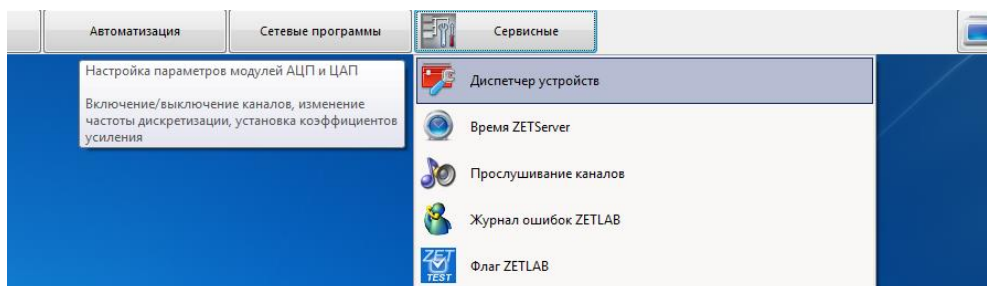

Рисунок 15
4. Запустить программу «Диспетчер устройств ZET», которая располагается в меню «Сервисные» на панели ZETLAB (Рисунок 15).